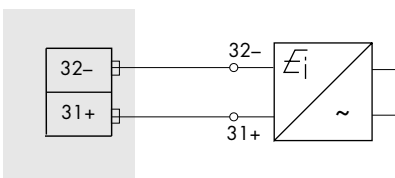

Bild 9: Messsignalanschluss · Zweileitertechnik
11. Messignalleitungen (Abisolierlänge mind. 8 mm) durch die PG-Verschraubung führen und an der jeweiligen Federzugklemme (31, 32) auf der Anschlussplatine anschließen (vgl. Bild 9). Polarität beachten!